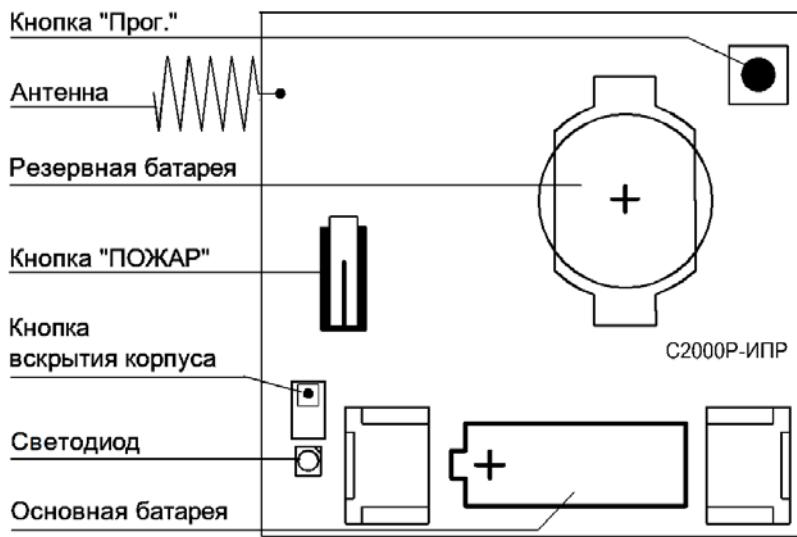

Рисунок 2.2 Расположение элементов на плате
На плате извещателя располагаются элементы питания и органы управления прибором (см. Рисунок 2.2):
- Зажать кнопку «Прог.» на плате извещателя (см. Рисунок 2.2) на время более 3 секунд.
Тест качества связи запускается посредством короткого нажатия на кнопку «Прог.» на плате прибора (см. Рисунок 2.2). Запуск процедуры может занимать до 2 секунд, при этом прибор осуществляет анализ радиоэфира и регистрацию на оптимальном Радиоконтроллере или ретрансляторе.